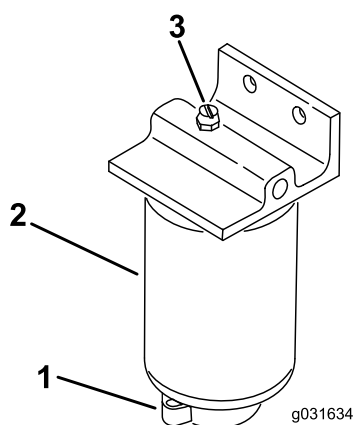

Bild 52
2. Lösen Sie das Ablassventil an der Unterseite des Filters (Bild 52).
1. Reinigen Sie den Anbaubereich des Filters (Bild 52).